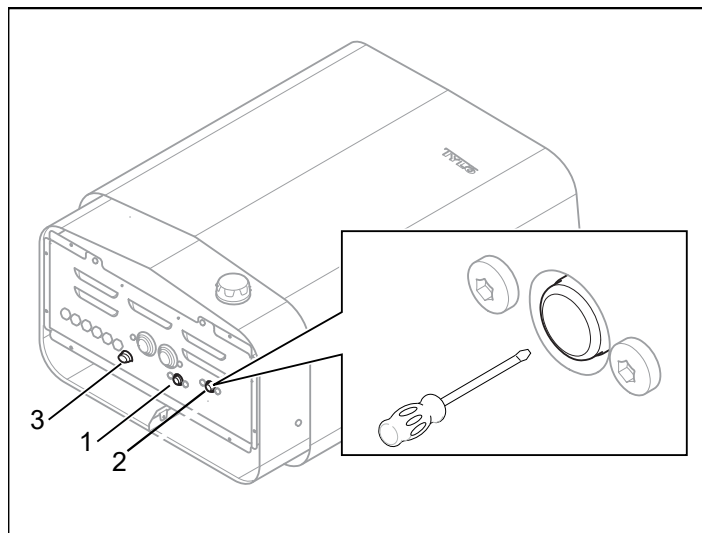

Fig 9: Återställning av temperaturskyddet samt placering av glassäkring
• **Vattentank** - Temperaturskyddet i vattentanken är till för att skydda rörelementet vid torrkokning. På aggregatets undersida finns en röd återställningsknapp som skall tryckas in (se Fig 9). Om skyddet har löst ut så känns knappen stum och ett "klick" hörs vid återställning. Har inte skyddet löst ut samt efter återställning så fjädrar knappen.
• **Aggregat** - Temperaturskyddet i aggregatet är till för att skydda komponenter, rörelement samt trävirke i bastun från överhettning. På aggregatets undersida finns en röd återställningsknapp som skall tryckas in (se Fig 9). Om skyddet har löst ut så känns knappen stum och ett "klick" hörs vid återställning. Har inte skyddet löst ut samt efter återställning så fjädrar knappen.